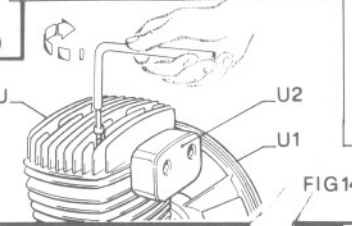

FIG 14
- Apretar los tornillos de la culata al arranque después de la primera hora de trabajo para compensar eventuales dilataciones térmicas (fig. 14). Presión de apriete 25 Nm ~ 2,5 Kgm.